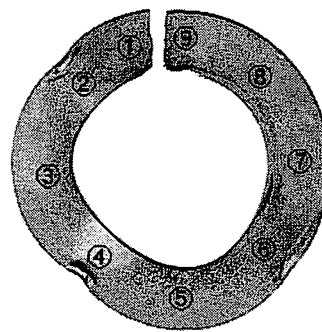

図 3.8 ブローアウトした充填材入り PTFE ガスケット4)
- (2) PTFE は滑りやすい材質であるので、ボルト締付荷重が不足していたり、片締めがあると、加熱・加圧時に外径側に押し出され、ちぎれる場合がある(ブローアウト。図 3.84))。特に高温条件や大口径フランジに使用した場合は、締付荷重の管理に注意が必要である。